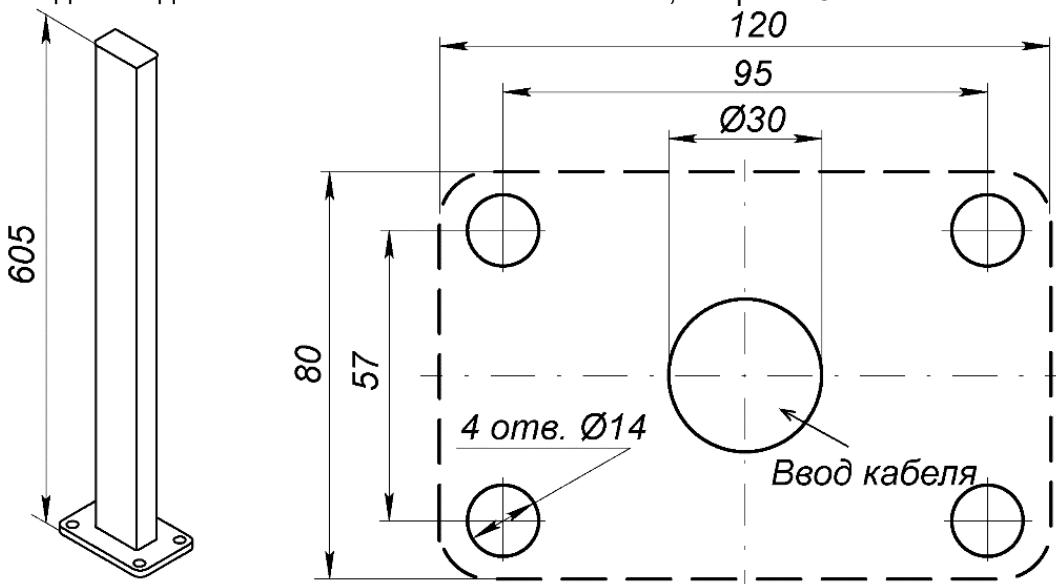

Рисунок 20. Внешний вид и схема разметки отверстий для установки стойки для фотоэлемента безопасности PERCo-GDS1
Фотоэлемент безопасности может устанавливаться на стойке **PERCo-GDS1** (входит в дополнительный комплект поставки) (см. рис. 20).
2. Выполните в установочной поверхности отверстия под гильзы анкеров в соответствии со схемой разметки (см. рис. 20), а также штробы для проводов питания и соединения при необходимости. Размер отверстий на схеме указан для анкеров типа PFG IH8 («SORMAT»), при использовании других типов анкеров необходимо выполнять отверстия соответствующих им диаметра и глубины.